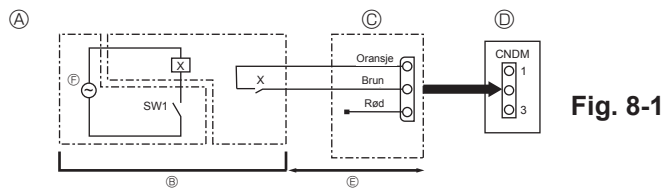

Fig. 8-1
8.1. Lav støymodus (modifikasjon på stedet) (fig. 8-1)